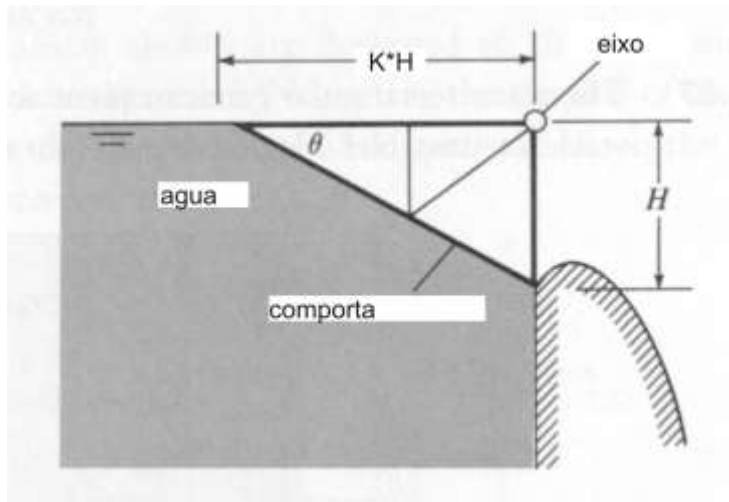

Fig. 2: Comporta
5. (10P) A comporta ( Fig. 2, largura B, estrutura sem água, peso desprezível) abre quando o nível de água se encontra exatamente na altura do eixo.
- Desenha qualitativamente na Fig. 2 as distribuições de pressão que atuam na comporta.